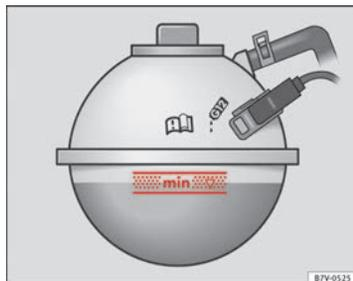

Fig. 173 En el vano motor: Marca en el depósito de expansión del líquido refrigerante.
- Con el motor en frío, verifique el nivel del líquido refrigerante mediante la marca lateral del depósito de expansión ⇒ fig. 173.
- El nivel del líquido refrigerante debe encontrarse dentro de las marcas grabadas en el depósito de expansión ⇒ fig. 173. **No rebase el borde superior de la zona marcada** ⇒ Ⓛ.
- Añada líquido refrigerante sólo hasta el borde superior de la zona marcada ⇒ fig. 173. De lo contrario, al subir la temperatura el líquido sobrante saldrá por presión del sistema de refrigeración causando deterioros.